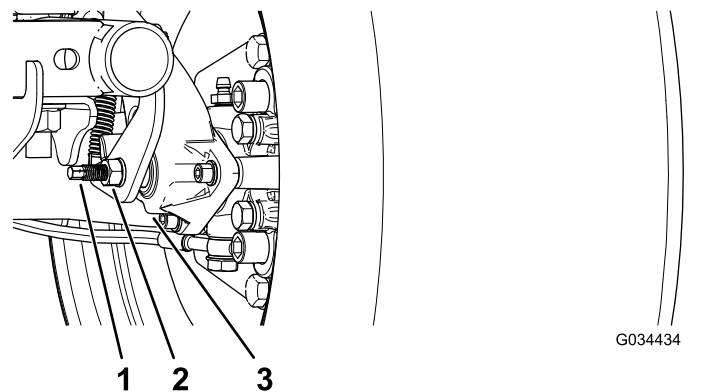

Figura 62
3. Usando 2 llaves, sujete el espárrago de ajuste de la pinza con una llave y afloje la contratuerca ¼ de vuelta con la otra llave (Figura 62).
4. Sujetando el espárrago de ajuste y la contratuerca para que no se muevan, gire el espárrago de ajuste hacia dentro para apretarlo (Figura 62).
5. Sujetando el espárrago de ajuste y la contratuerca para que no se muevan, afloje el espárrago $\frac{1}{4}$ de vuelta (Figura 62).
6. Sujetando el espárrago de ajuste y la contratuerca para que no se muevan, apriete la contratuerca (Figura 62).